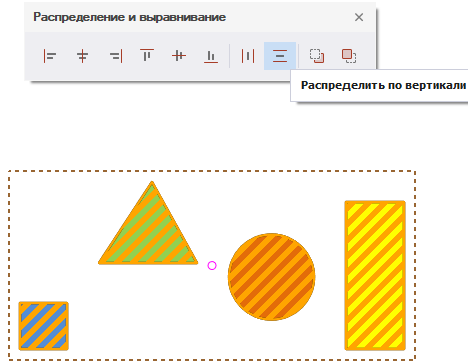

Рис. 391 Выбор инструмента
2. На панели «Распределение и выравнивание» выберите инструмент «Распределить по вертикали», который обозначен символом , см. Рис. 391.